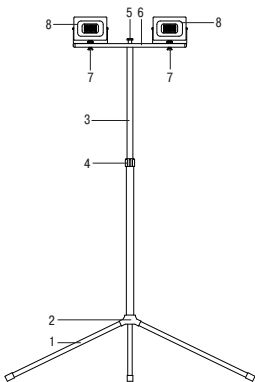

Рисунок 3
5.2 Подготовка штатива к работе (рисунок 3).